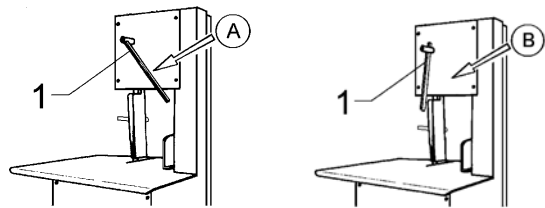

Fig. 7.6.1
7.6.1 - Regolazione del tensionamento (Fig. 7.6.1)
Il tensionamento della lama avviene meccanicamente all'interno del segaossa agendo direttamente sulla leva "1". Con la leva nella posizione "A" (Fig. 7.6.1) la lama è tensionata. Per sbloccare la lama portare la leva verso il basso, nella posizione "B".
- Tensionare la lama ruotando la leva e portandola nella posizione "A" (Fig. 7.6.1).